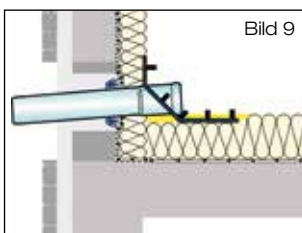

Bild 9
- 2.2 Ablaufrohr der Rohrdurchführung entsprechend der Wandstärke kürzen und die Schnittstelle entgraten. Dichtelement DN 50 einlegen. Dichtelement oder Klemmring DN 70 und DN 100 innen und Auslaufrohr außen genügend mit LORO-X Gleitmittel versehen. Ablaufrohr mit Festflansch in den Schiebeflansch bis in seine Einbauposition einführen (Bild 9).
#### 3.2 Im Bereich des Dachablaufes Aussparung in der Kunststoff-Dachdichtungsbahn in Größe der Außenkonturen des Ablaufrohrs mit Festflansch vorsehen (Bild 9).